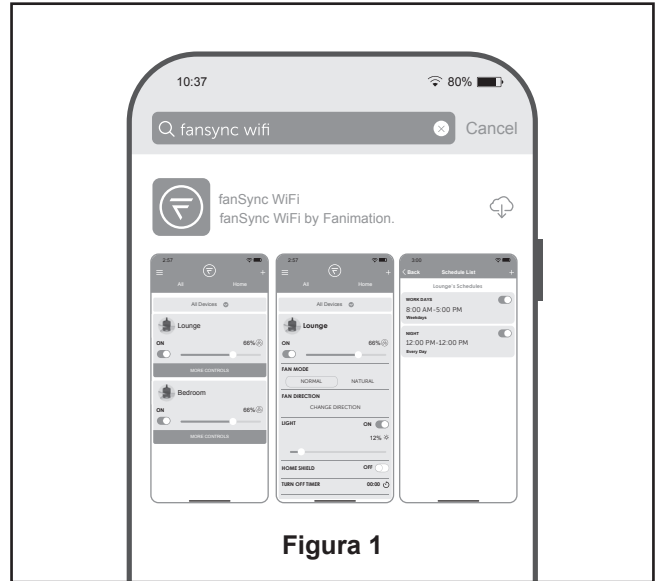

Figura 1
1. Instalación de la placa de la pared: (Figura 1)
1. Visite el App Store de Apple o el Play Store de Google para descargarse la App gratuita fanSync WiFi. (Figura 1)